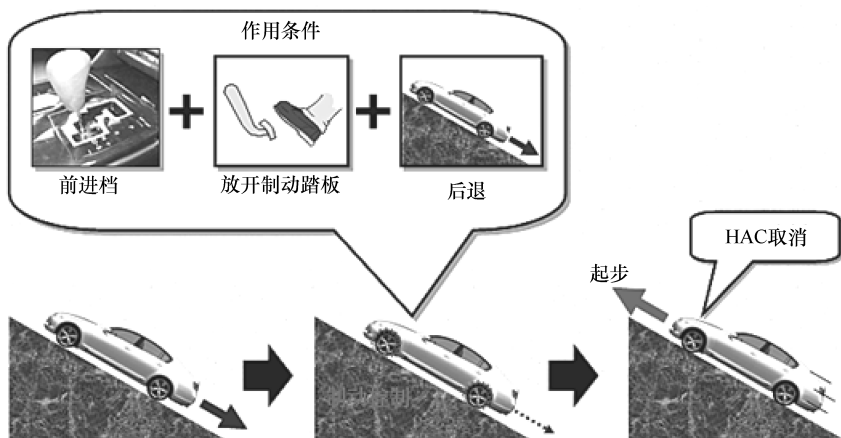

图 1-26 HAC 工作过程
(2) HAC 工作过程 如图 1-26 所示，HAC 的工作过程如下：
① 变速杆处于前进档（自动档车型）。
② 放开制动踏板。
③ 将脚由制动踏板转向加速踏板。
④ 驾驶人将驻车制动（某些车型为脚制动或电子制动）松开，并踩下加速踏板，HAC 便会自动取消。另外，在坡路上倒车时该系统同样起作用。